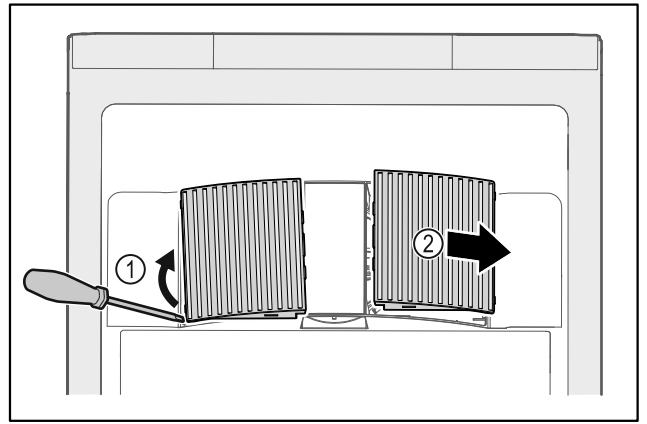

Fig. 59
- ▶ Αναμοχλεύστε προσεκτικά από το πλάι τα καλύμματα του ανεμιστήρα Fig. 59 (1) και αφαιρέστε τα προς τα εμπρός Fig. 59 (2).